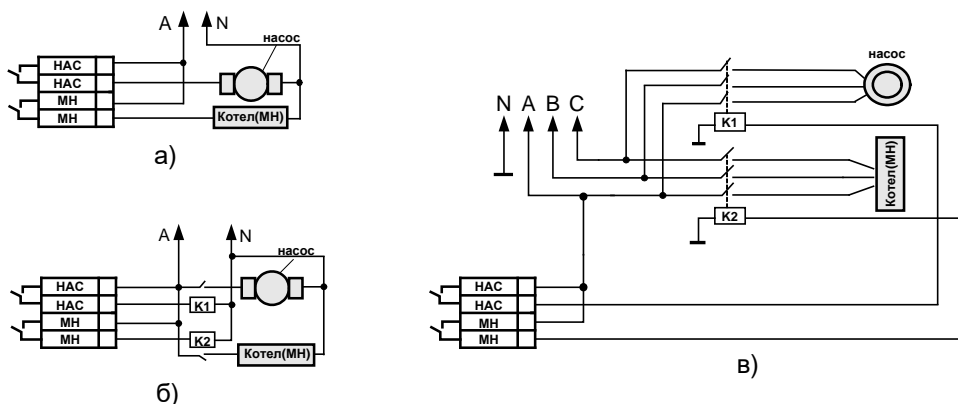

Рис.1
**2.1.7** На плате блока питания «081» расположены следующие элементы коммутации и управления (см. Приложение Б Рис.1):
**2.2.3** Вид пульта изнутри показан в Приложении Г Рис.1 На задней стенке расположены:
В процессе работы на этом выходе контакты реле замкнуты пока в порядке датчики: «НИЗКОЕ Р(Па) ВОДЫ В КОТЛЕ», «ВЫСОКАЯ Т(°С) ВОДЫ В КОТЛЕ», «НАРУШЕНИЕ ЭЛЕКТРОСНАБЖЕНИЯ». Как только срабатывает любой из этих датчиков, то контакты реле размыкаются отключая питание модуля нагрева. Если не включен ни один из насосов, реле управляющее питанием модуля нагрева не включается. Варианты подключения питания котлов (модулей нагрева) см. рис.1.
Варианты подключения питания насосов см. Рис.1.
Переход в требуемый режим программирования осуществляется из соответствующего ему режима просмотра (т.е. переход в режим программирования адреса устройства осуществляется только из режима просмотра адреса). Текущий режим программирования индицируется миганием соответствующего светодиода. В режимах «Программирование 1», «Программирование 2» установки программируются изменением положения DIP-переключателей (см. Рис.1 Приложение В) (например: для активации датчика № 4 «ДАВЛЕНИЕ (ПА) ГАЗА НИЖЕ НОРМЫ» необходимо переключить DIP – переключатель №4). При этом, светодиоды №1-16, соответствующие датчикам №1-16, индицируют перечень датчиков, от которых активируются выходы «Клапан» и «Реле».